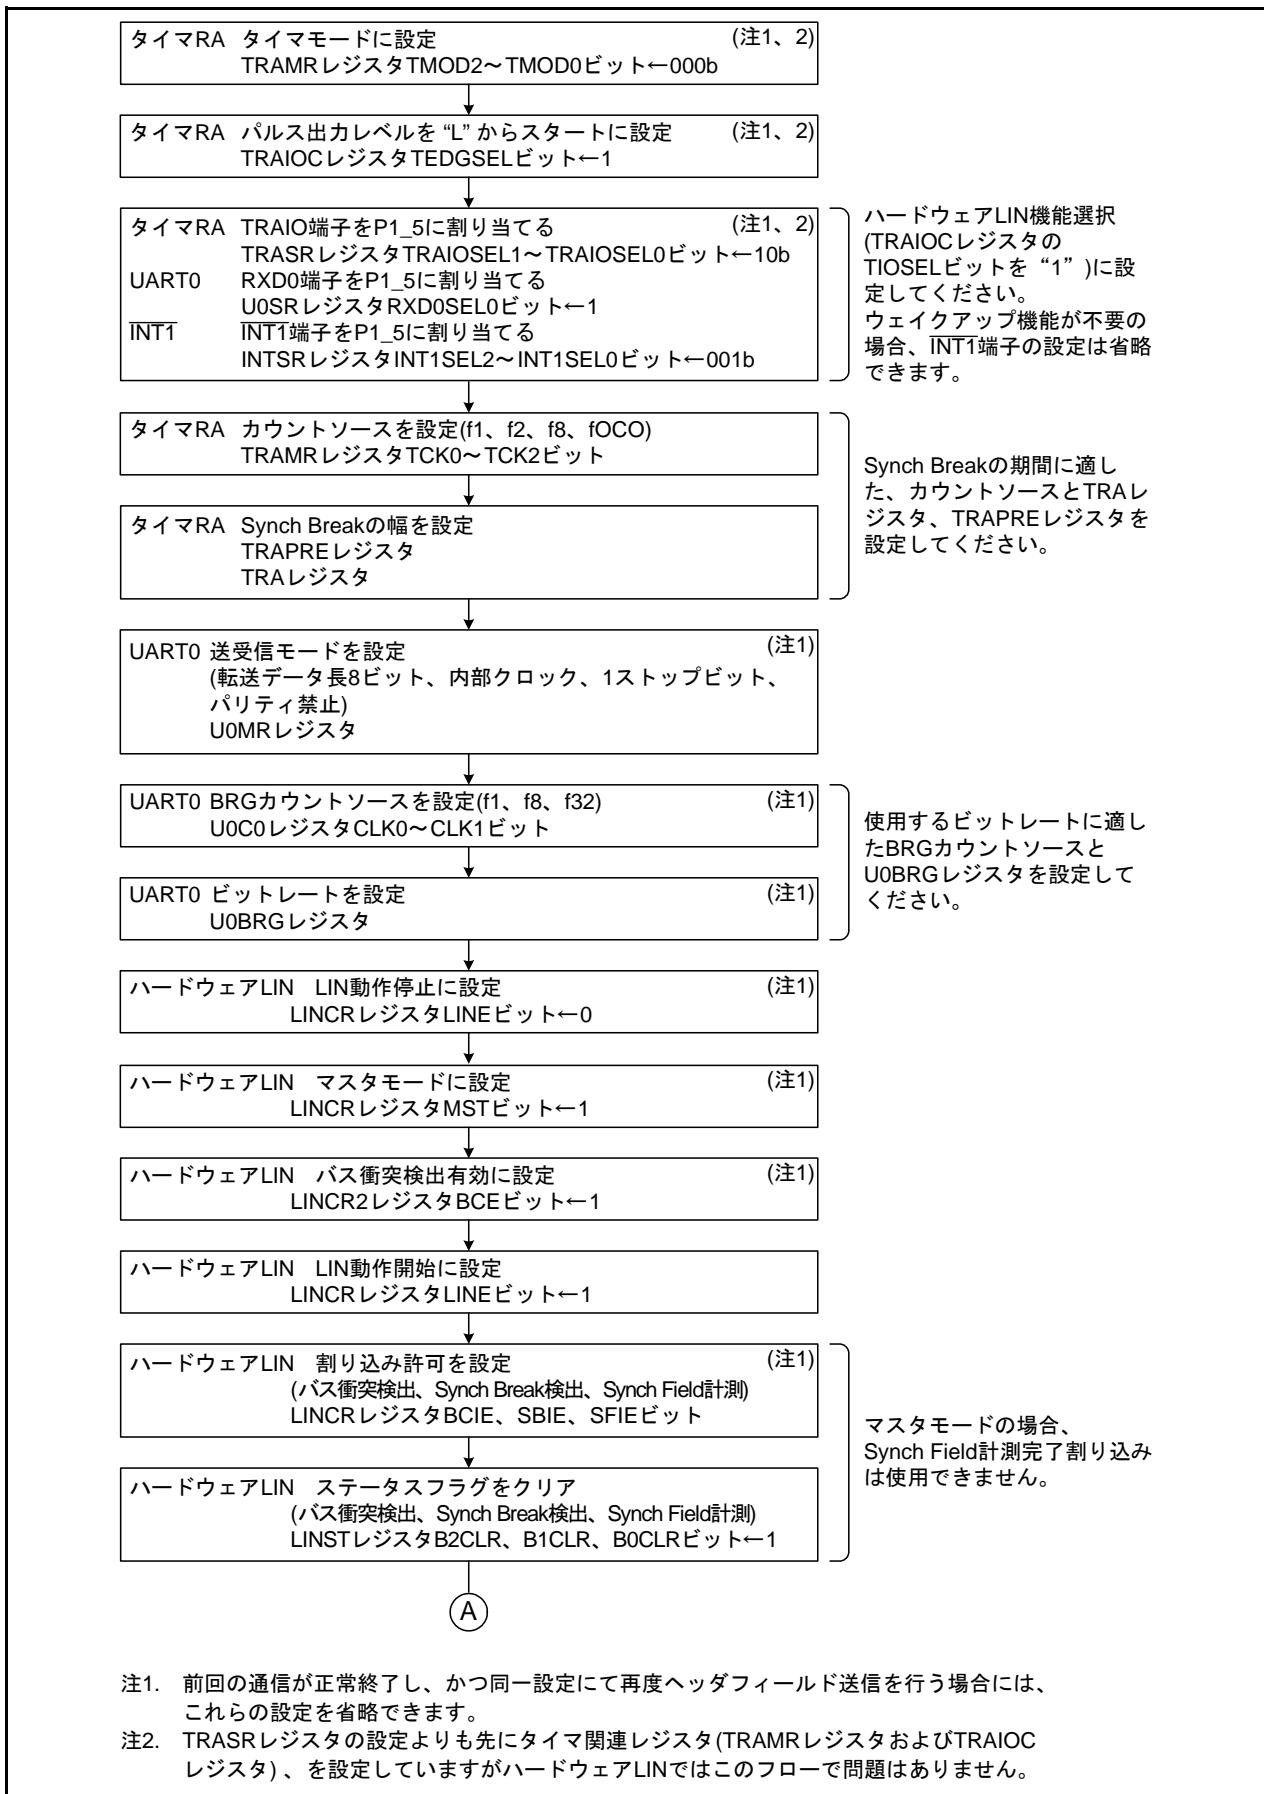

図26.3 ヘッダフィールド送信フローチャート例(1)
注3. LINE ビットを “1” (LIN は動作開始) にした直後は、タイマ RA および UART0への入力は禁止です。(図 26.3 ヘッダフィールド送信フローチャート例(1) および図 26.7 ヘッダフィールド受信フローチャート例(2) を参照してください。)